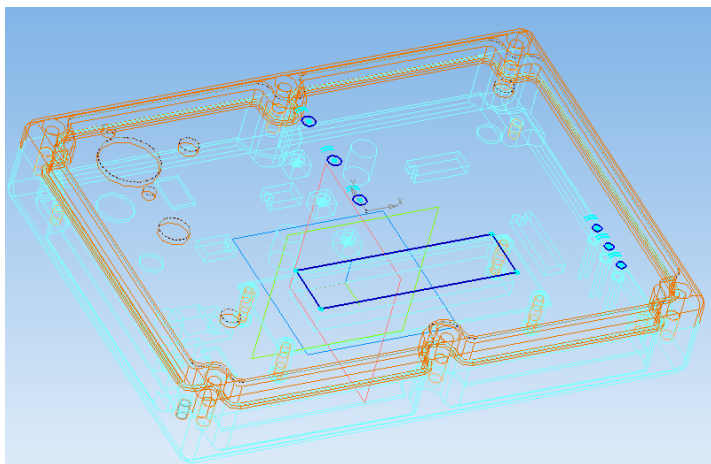

Рис. 5.1. Проецирование отверстий
4. Выбрать кнопку **Спроецировать**  и на поверхность крышки спроецировать отверстия как на рис. 5.1. Кнопкой **Спроецировать** надо пользоваться аккуратно и нажимать на проецируемые линии один раз.